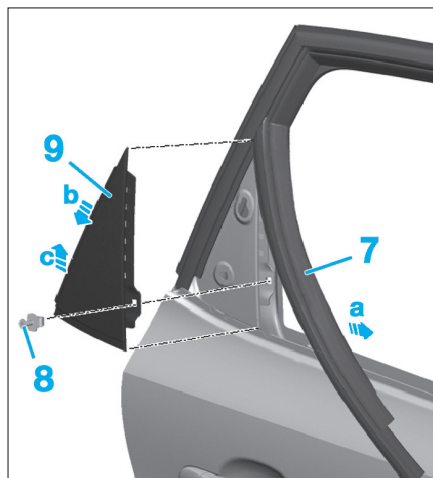
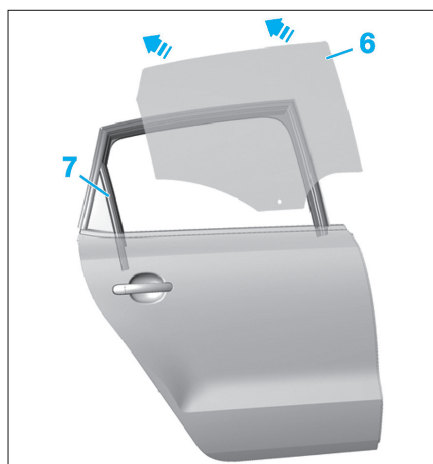

FIG. 93
FIG. 94
- Extraire la cheville expansible (3) du guidage de lève-glace (1) et donc de la glace de porte.
- Retirer le guide-glace (7) de la porte en (a) (Fig.93).
- Déposer la vis (8) et le retirer son clip.
- Pousser l'écran (9) légèrement vers le bas en (b) et le retirer ensuite de la porte en (c).
- Extraire la partie arrière du guide-glace (7) du logement (Fig.94).
- Extraire la glace de porte (6) en la tirant de biais vers le haut vers l'extérieur du véhicule hors du pertuis de porte.